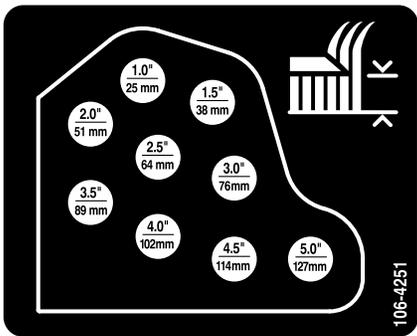

図 20
11. ヘアピンコッターとクレビスピンを使って、希望する刈高穴に、刈高チェーンを取り付ける 図 20。